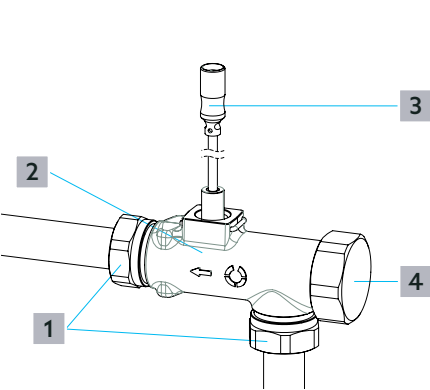

Fig. 1: Configuration
Si'il existe un module de bouclage d'E.C.S., retirer le capuchon (voir Fig. 1 (5)).